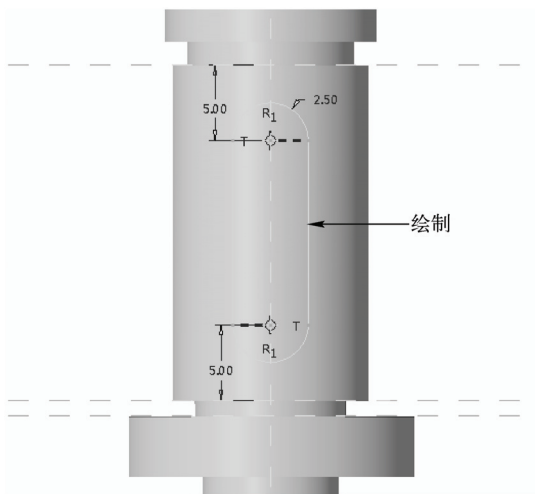

图 15-12 绘制草绘截面一
STEP 03 在功能区选项板的“模型”选项卡中，单击“形状”面板中的“拉伸”按钮，打开“拉伸”选项卡，在绘图区中选择“DTM1”平面作为草绘平面，进入草绘环境，单击“草绘”选项卡中的相应按钮，绘制草绘截面，如图 15-12 所示。